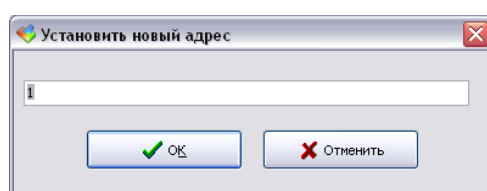

Рисунок 17 - Смена адреса
8) Если требуется установить новый адрес БЭС в интерфейсе ИПЛ, то надо выбрать в таблице БЭС и выполнить команду «Адрес» (рисунок 17). Ввести требуемый адрес БЭС и нажать кнопку «ОК» для записи адреса в БЭС.